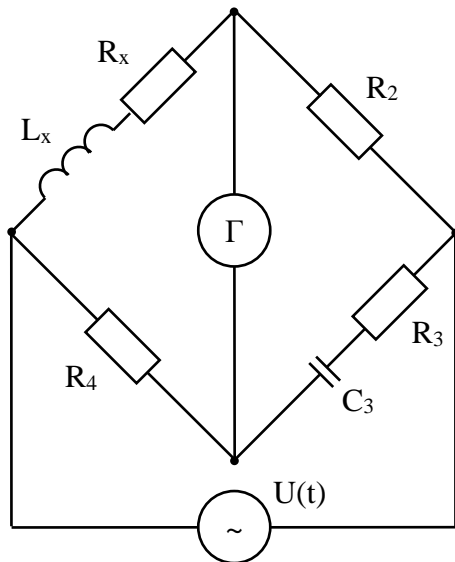

Рис. 8.
22. В схеме моста (рис. 8) измерение тангенса угла потерь  $\text{tg}\delta_x$  катушки индуктивности осуществляется при следующих данных: плеча сравнения –  $C_3 = 0,1 \text{ мкФ}$  и переменного резистора –  $R_3 = 30 \text{ Ом}$ . Какое значение добротности при частоте измерения  $1000 \text{ Гц}$ ?